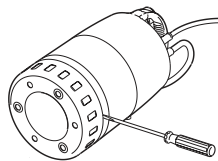

Рис. 8 Демонтаж приемного фильтра
3. Вставить отвертку в выточку между корпусом насоса и впускным сетчатым фильтром и повернуть ее, смотрите рис. 8.
2. Вставить отвертку в выточку между корпусом насоса и впускным сетчатым фильтром и повернуть ее, смотрите рис. 8.